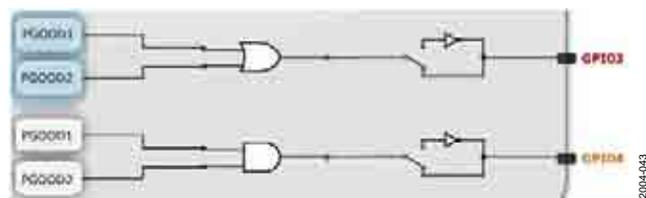

图47. 选项1: GPIO3和GPIO4配置为正常信号
- 选项1: GPIO3和GPIO4均配置为正常信号，如“GPIO和PGOOD信号”部分所述(见图47)。